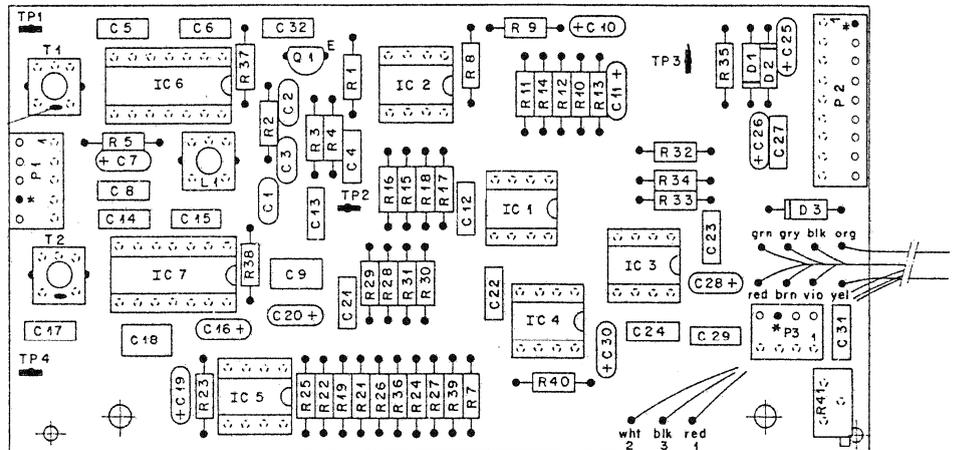

Fig. 12 Sensor Electronics Board 1.021.695.86
- Oszillatorfrequenz mit L1 an TP2 (TP1, Ground) auf $5.5 \text{ MHz} \pm 500 \text{ kHz}$ einstellen (Fig. 12).